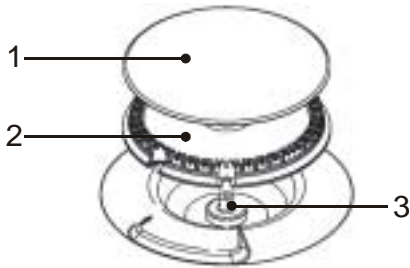

Fig. 5 Brûleur
- enlever les grilles fontes ainsi que les chapeaux et les couronnes des brûleurs (fig. 5),